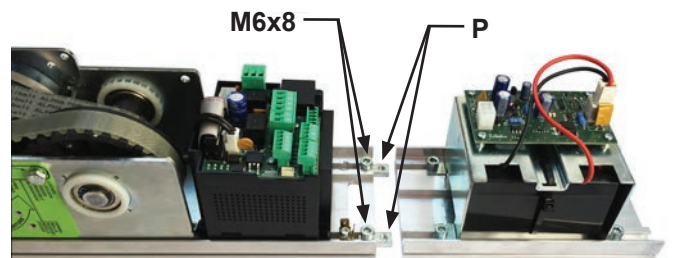

FIG.4
- Détacher le module NB-BAT de l'automatisation NEPTIS PLUS, en dévissant les vis M6X8 qui fixent les plaquettes(P) de couplage entre les deux parties ;
- Positionner le module NB-BAT du côté du groupe dispositif d'alimentation PWB, en introduisant les plaquettes(P) de couplage dans les encoches prévues à cet effet et en vissant les vis M6x8 (FIG.4) ;